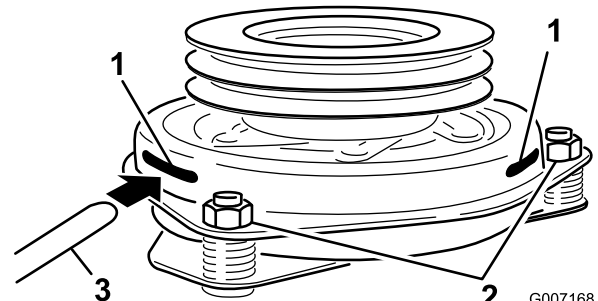

Figura 59
- che si trovi tra le superfici di frizione dell'indotto e del rotore (Figura 59).
10. Stringete i dadi di bloccaggio fino a fissare leggermente lo spessimetro facendo però in modo di poterlo muovere facilmente all'interno del traferro (Figura 59).